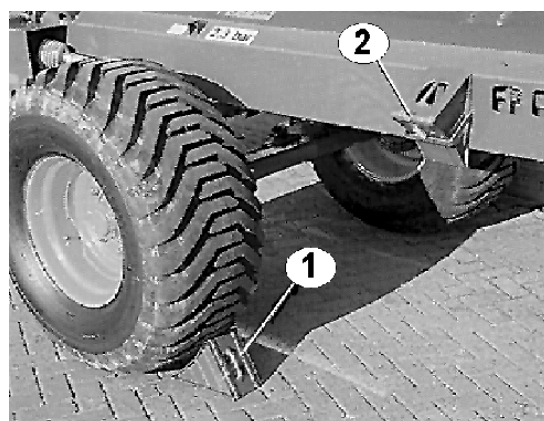

Fig. 15
- Unterlegkeile entfernen und in den Halterungen (Fig. 15/2) am Rahmen befestigen und sichern.